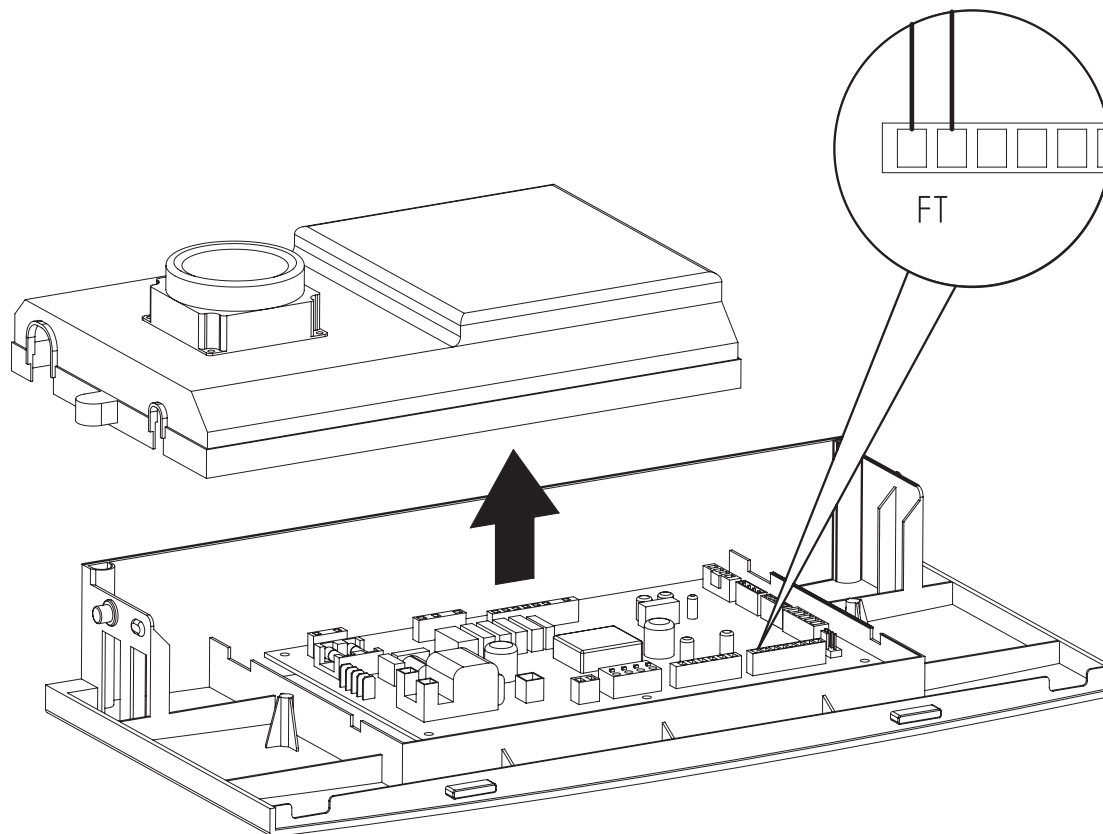

Рис. 29 Подключение датчика уличной температуры
- Подсоедините провода к клеммной колодке на плате котла (см. **Рис. 29**).